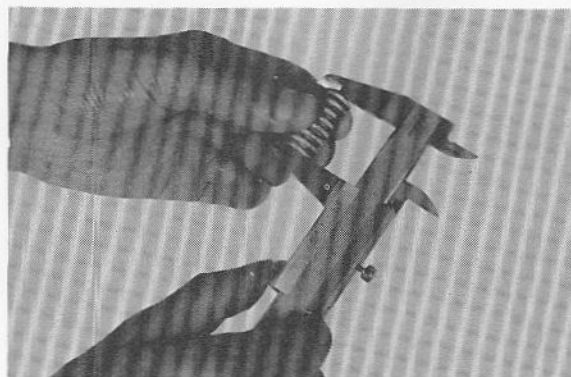

Fig. 3-3-26
9. Measure each clutch spring. If beyond tolerance, replace. (Fig. 3-3-26)
9. Mesurer chaque ressort d'embrayage. En cas de dépassement de tolérance, remplacer. (Fig. 3-3-26)